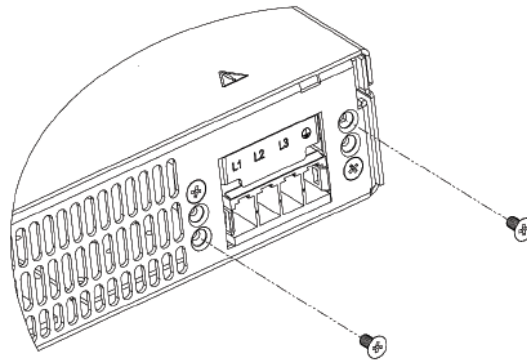

図4-12 ネジの取り外し方法
5. ストレインリリーフアセンブリを固定するため、図4-12に示す2つのネジを取り外します。